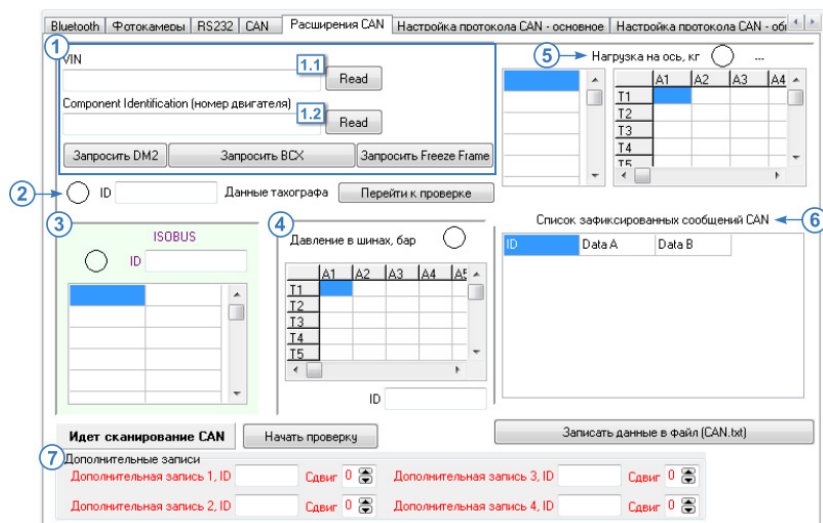

Рис.48. Вкладка «Расширения CAN».
- Для запроса VIN кода транспортного средства необходимо нажать кнопку «Read» рядом с полем «VIN». Полученный код запишется в поле «VIN» (**Рис.48, п.1.1**).
- Для запроса номера двигателя транспортного средства необходимо нажать кнопку «Read» рядом с полем «Component Identification» (**Рис.48, п.1.2**). Полученный номер появится в этом поле.